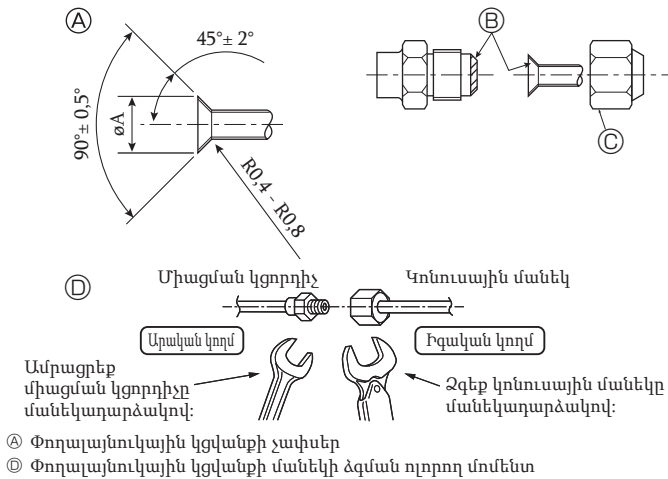

Fig. 4-6
Ⓐ (Fig. 4-6)
Ⓑ (Fig. 4-6)
4.4. Խողովակների միացում (Fig. 4-6)